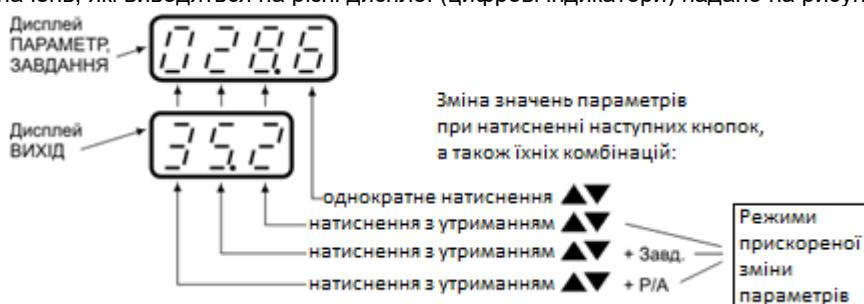

Рисунок 4.2 - Зміна значень на різних дисплеях
- Примітка. При зміні заданої точки регулятора діють режими прискореної зміни значень - див. рис. 4.2.